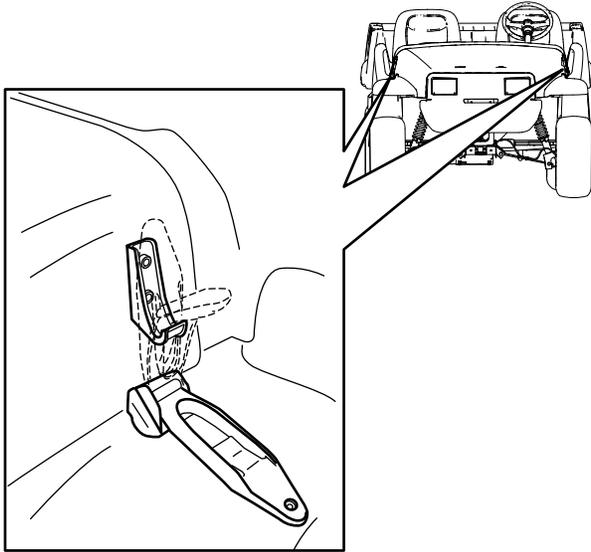

Figura 21
1. Tire hacia arriba de los enganches de goma de cada lado del capó (Figura 21).
2. Sujete el capó alineando los enganches de goma con los anclajes situados en cada lado del capó (Figura 21).